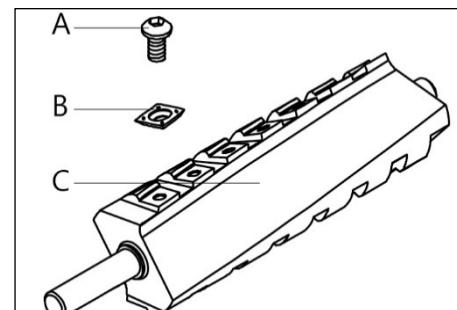

Рисунок 16.
Модель BELMASH J150/730AH оснащена строгальным сегментированным валом helical (C) (рис. 16) с твердосплавными пластинами. Они имеют квадратную форму со скруглением кромки (R150).